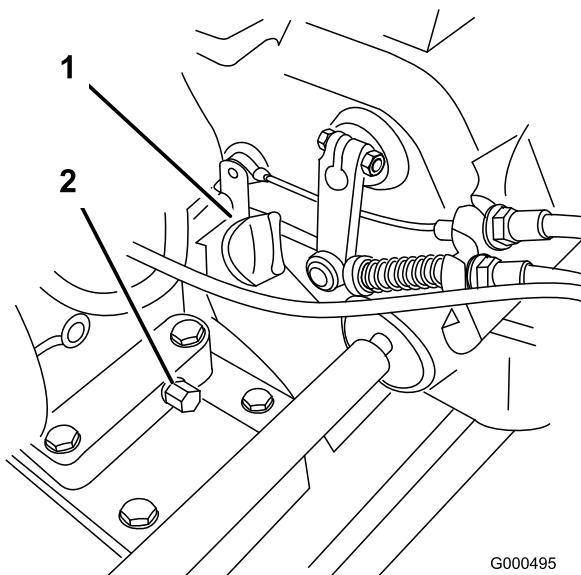

Figura 20
1. Posizionate il tosaerba in modo che il motore sia a livello, e pulite attorno al misuratore del livello dell'olio (Figura 20).
- Collocate una bacinella sotto il tappo di spurgo (Figura 20) sul retro della macchina. Togliete il tappo di spurgo.